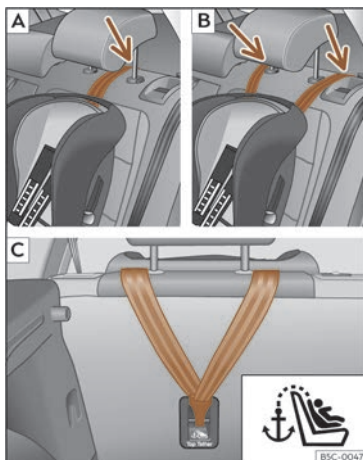
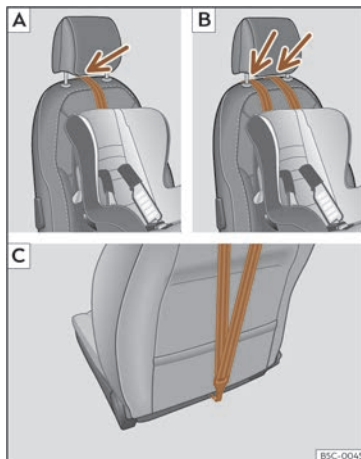

Fig. 33 Seients posteriors: ajust i muntatge en funció del cinturó Top Tether.
Fig. 34 Seient de l'acompanyant: ajust i muntatge en funció del cinturó Top Tether.
- Col·loqueu la corretja per sota del reposacaps (en funció de les instruccions de la cadira, aixiqueu o retireu el reposacaps si és necessari) >>> **fig. 33 A/B**, >>> **fig. 34 A/B**.
- Feu lliscar la corretja i fixeiu-la correctament amb l'ancoratge de la part posterior del respall >>> **fig. 33 C**, >>> **fig. 34 C**.